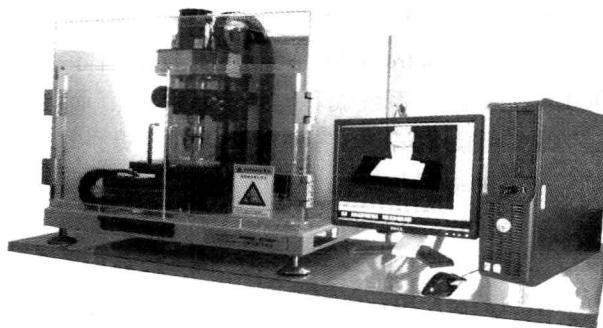

图 1-4 SA-08M 数控铣床
- (3) SA-08M 控制系统 具有 FANUC/ SIEMENS/FAGOR 编程与模拟操作仿真面板，如图 1-4 所示。